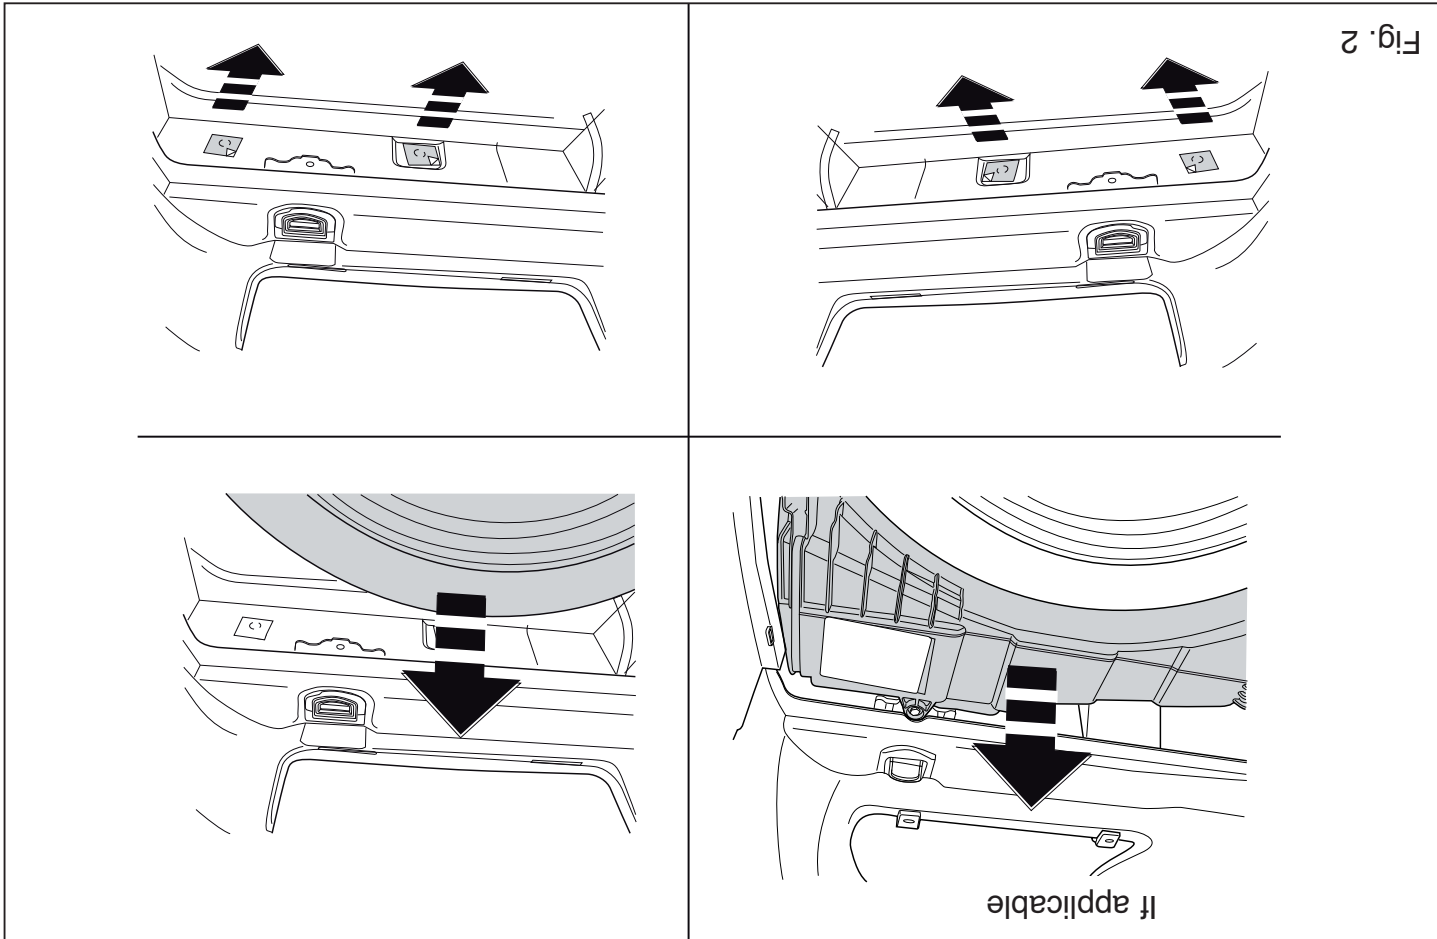

Fig. 2
2. Clear the boot and floor. See figure 2.
3. Remove any stickers that may be present at the points of attachment. See figure 2.
2. Den Fußboden im Kofferraum frei machen. Siehe Abbildung 2.
3. Gegebenenfalls die Aufkleber bei den Befestigungspunkten entfernen. Siehe Abbildung 2.